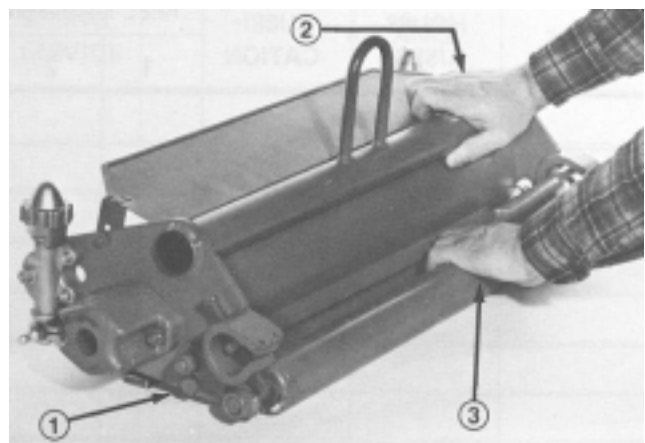

Figure 17
3. Les lames du cylindre étant positionnées sur la plaque, immobilisez le plateau de coupe et appuyez sur l'ensemble rouleau arrière jusqu'à ce qu'il touche la surface de travail sur toute sa longueur (Fig. 17).